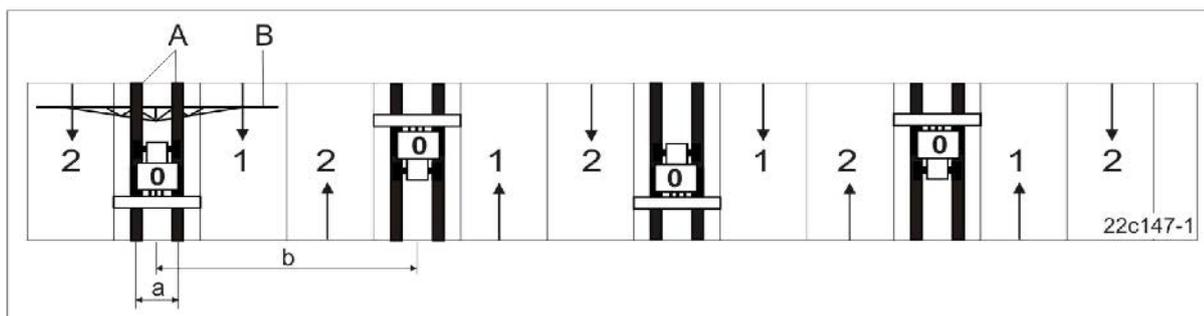

Fig. 54
- sperrt die Fahrgassenschaltung am Verteilerkopf über Schieber (Fig. 54/1) die Saatgut-Zuteilung zu den Saatgutleitungen (Fig. 54/2) der Fahrgassenschare
Die Saatgutzufuhr zu den Fahrgassenscharen wird unterbrochen, sobald der Elektromotor (Fig. 54/3) die entsprechenden Saatleitungsrohre (Fig. 54/2) im Verteilerkopf verschließt.
Ein Sensor (Fig. 54/4) prüft, ob die Schieber (Fig. 54/1), die die Saatleitungsrohre (Fig. 54/2) öffnen und schließen, ordnungsgemäß arbeiten.